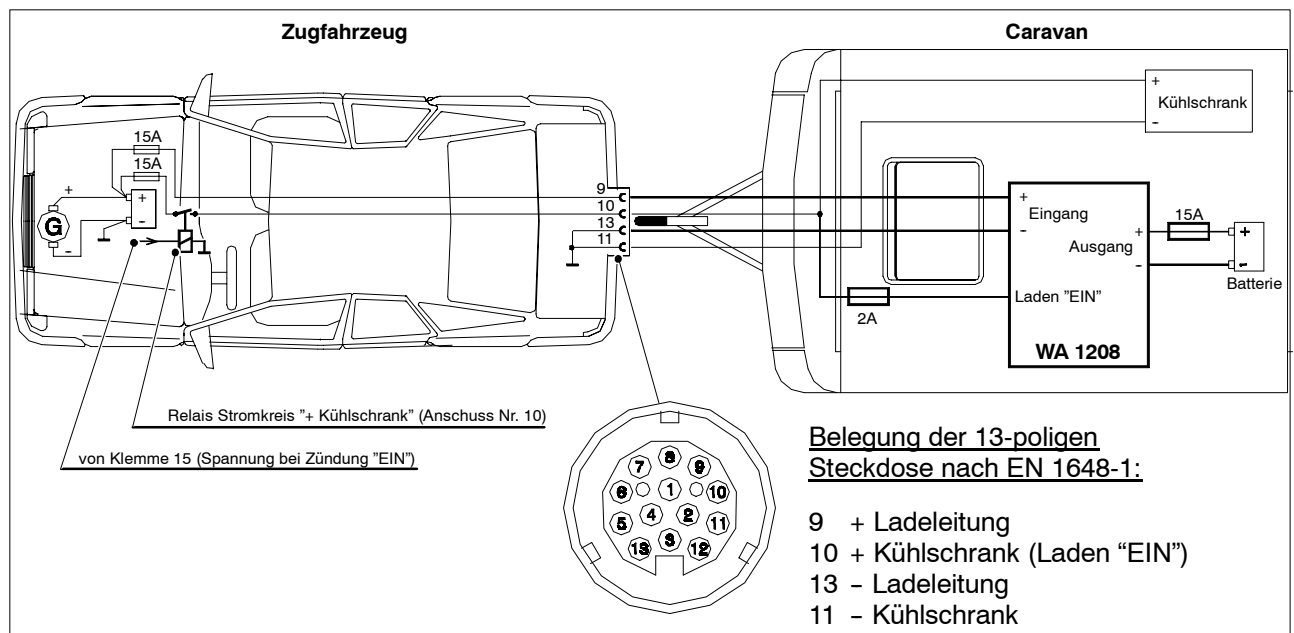

Bild 2 Blockschaltbild Anschluss LT 226
Um eine Beschädigung im Fehlerfall zu vermeiden sind die Sicherungen im Caravan gemäß Abb. 2 in Abhängigkeit vom Kabelquerschnitt (EN 1648-1 bzw -2) einzufügen.
2. Elektrische Verbindungen gemäß Abb. 2 herstellen. Es ist zu beachten: